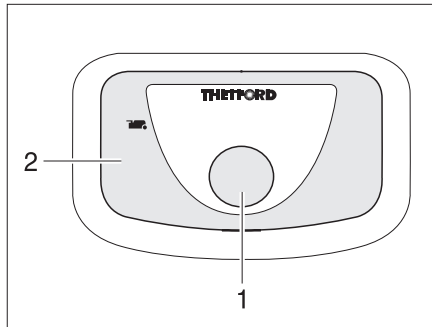

Fig. 362 Botón del inodoro/luz de control del inodoro Thetford
- Para lavar, pulsar el botón del inodoro azul (Fig. 362,1).
La luz de control (Fig. 362,2) se enciende cuando es necesario vaciar el cassette Thetford.
- Desplazar la palanca de corredera (Fig. 362,1) en sentido de las agujas del reloj. Se cierra la corredera. Para el vaciado debe estar cerrada la corredera en el inodoro Thetford.